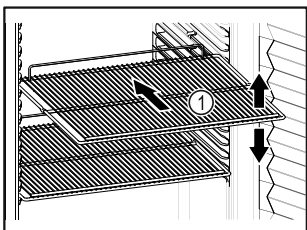

Fig. 39 Shembull ilustrues
- Nëse raftet me rrjetë Fig. 39 (1) mund të zhvendosen, atëherë përshtatini sipas lartësisë.